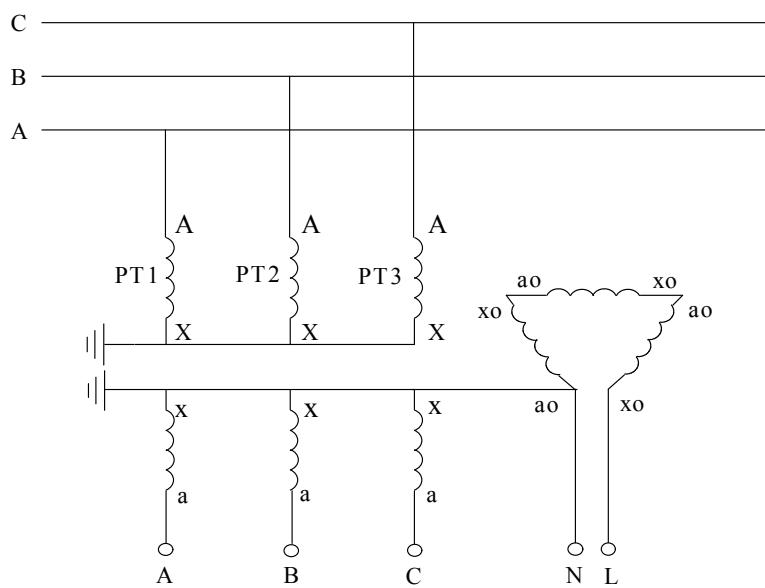
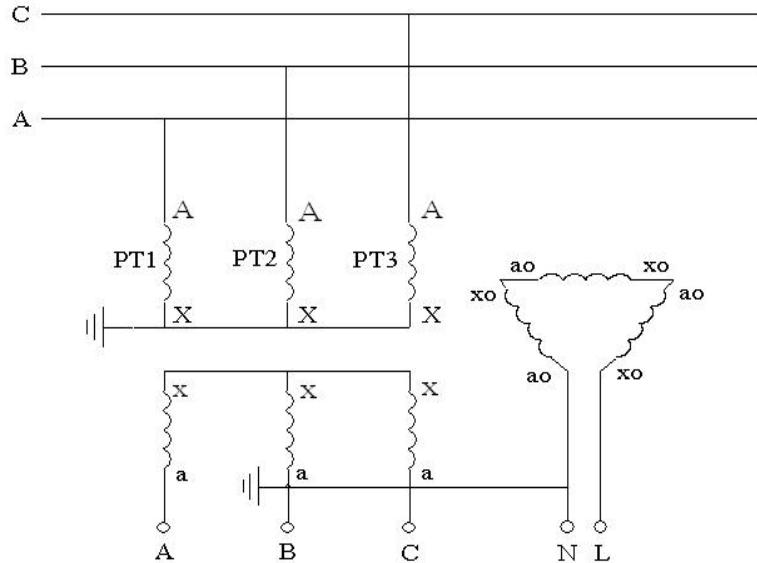

图 5 3PT 连接方式，N 接地
图 6 3PT 连接方式, B 相接地
这种连接方式分“N 接地”、“B 相接地”两种，分别如图 5 和图 6 所示。
图 5、图 6 所示的系统运行方式是从 PT 开口三角测量系统电容电流时所必须的运行方式。而对于一般的系统，并不都是处于这样的运行方式下，例如在系统中还接有消弧线圈、PT 高压侧中性点接有高阻消谐器、PT 开口三角接有二次消谐装置等。这时，为了使用测试仪进行容性电流的测量，必须将运行方式转换为图 5 或图 6 所示的运行方式。
(1) 检查测量用的 PT 高压侧中性点是否安装有高阻消谐器，如有，将其短接。从测量原理可知，选用哪组 PT 进行测量，我们就只考虑这组 PT 的接线情况。而无需关心系统内的其他 PT 的情况。如果系统中有些 PT 安装高阻消谐器，有些没安装，则完全可以从没有安装高阻消谐器的 PT 进行测量，这样可以省去短接消谐器的工作。
(2) 检查消弧线圈是否全部退出运行。在有电气联系的被测电压等级系统中所有消弧线圈均要退出运行，并非只退出该变电站的消弧线圈。同时只考虑被测电压等级的情况，无需考虑其他电压等级的情况。例如，被测变电站 A 为 10kV 系统，并通过联络线与变电站 B 的 10kV 系统相连，变电站 A 有 2 台消弧线圈，变电站 B 有 1 台消弧线圈，则测量时有电气联系的这 3 台消弧线圈均要退出运行；而 35kV 系统有无消弧线圈则无需考虑。
(3) 退出 PT 开口三角的消谐装置。如果经过实测证明，开口三角所接的某些厂家某些型号的二次消谐装置对测量结果没有影响，则消谐装置可以不退出运行。一般对于微电脑控制的消谐器，其只有在系统有谐振发生时才动作，该类消谐器一般对测量无影响。
(4) 如果 PT 二次侧并列运行（很少见），则将其改为单独运行。
(5) 确保将测试仪的电流输出端正确接到图 6 的开口三角 N-L 上。一般在二次的端子编号为 N600 和 L630。为了确保连接正确，可以按下列方法进行检查：用万用表分别测量 PT 二次侧三相电压和开口三角电压；将三相电压中的最大值减去最小值得到的差和开口三角电压比较，如果两者差不多，就说明找到的开口三角端是正确的；如果两者差别很大，则说明没有正确找到开口三角端。例如，测量得到三相电压分别为 61V、60V、59.5V，则正确的开口三角电压应为 1.5V 左右，如果测量得到的开口三角电压仅为 0.2V，说明所找的开口三角端不正确或 PT 开口三角连线已经断开（在现场实测中发现有多个变电站的 PT 开口三角连线断开情况）。
(6) 选择正确的 PT 变比，也就是选择正确的 PT 接线方式。电容电流测试仪是通过选择 PT 连接方式和设定系统额定高压来确定 PT 变比的，这样对于试验人员会更方便、快捷。PT 一般是采用 100/3V 的二次绕组连接成开口三角，但也有特殊的情况，有些变电站的 PT 采用 100V 二次绕组组成开口三角。为了确保选择变比的正确，可以通过测量组成开口三角的各绕组的电压来确定。
(7) 完成以上操作后，就可以使用电容电流测试仪进行电容电流的准确测量。